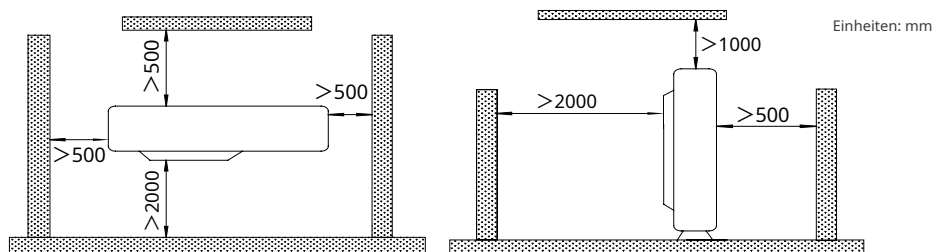

Abb.4
5. Der Installationsraum des Geräts sollte den Anforderungen in Abb. 4